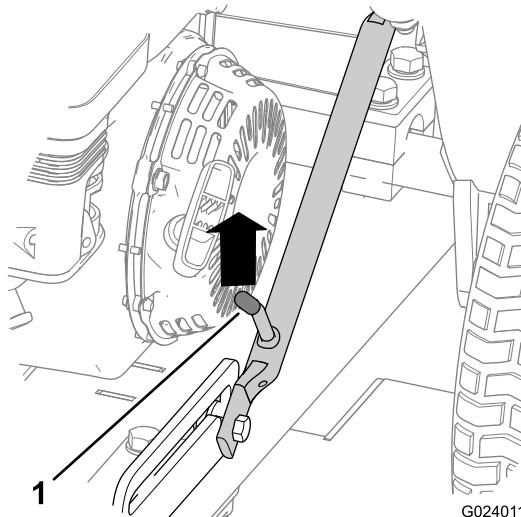
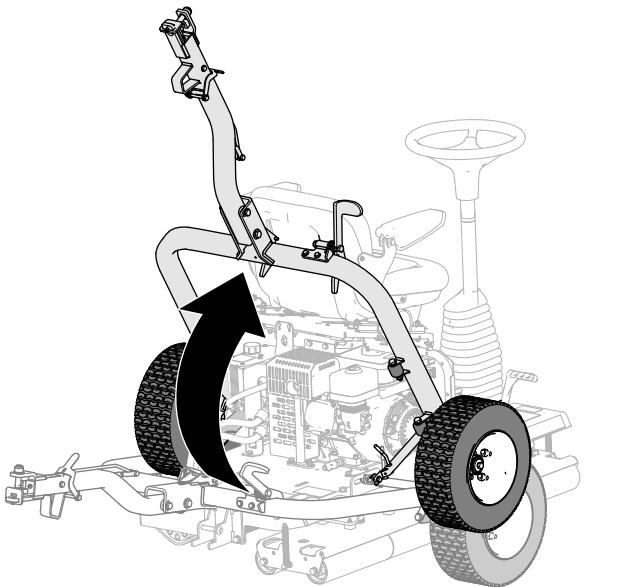

Figura 17
Figura 22
1. Empurre a estrutura de engate até desbloquear a alavancā de trinco do bloqueio de deslize (Figura 17).
5. Levante o engate (Figura 22) até a alavancas de trinco ficar bloqueada no bloqueio de deslize (Figura 17).